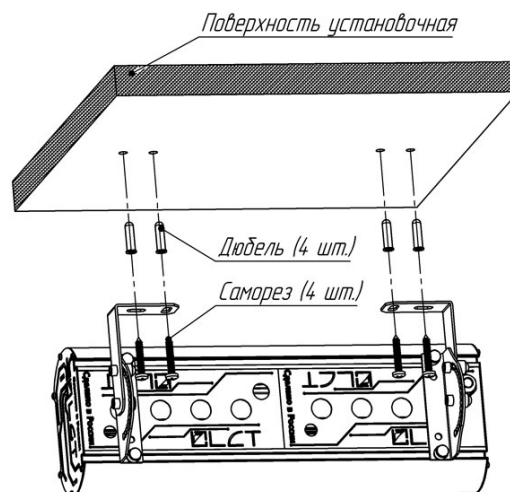

Рис. 8
6.7.6 Закрепить светильник на установочной поверхности. Рис. 8